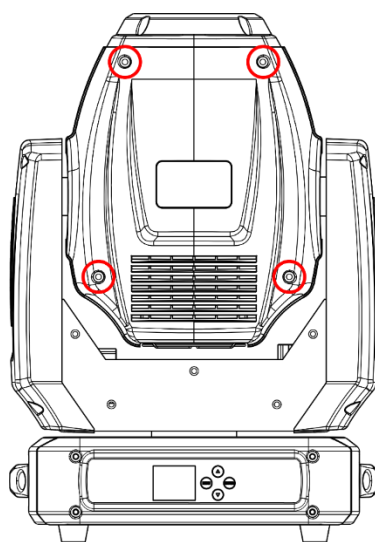

Fig. 07
- 03) Rimuovere il coprilampada svitando le 4 viti (vedi fig. 07).